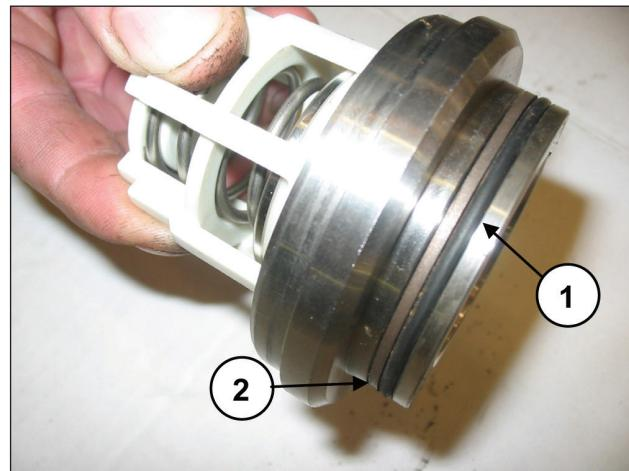

Рис. 106
Установите уплотнительное кольцо поз. №5 на деталировочном чертеже (поз. ①, Рис. 106) и антиэкструзионное кольцо поз. №15 на деталировочном чертеже (поз. ②, Рис. 106) в гнездо нагнетательного клапана.